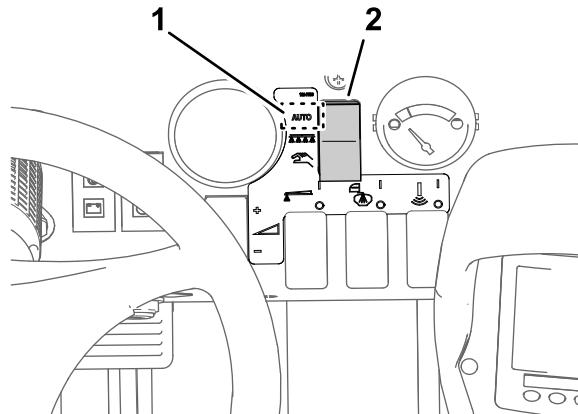

Рисунок 38
3. Установите кнопку опрыскивателя в режим заданной нормы внесения (Application Rate Mode) (Рисунок 38).